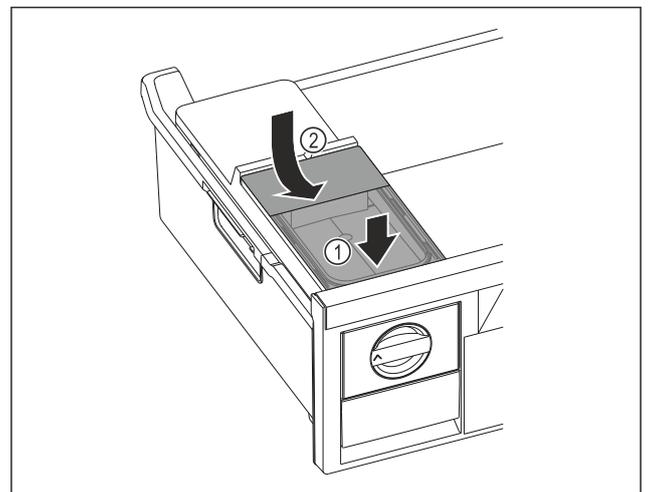

Fig. 108
- ▶ Wassertank vorne ansetzen. Fig. 108 (1)
- ▶ Wassertank hinten absenken. Fig. 108 (2)